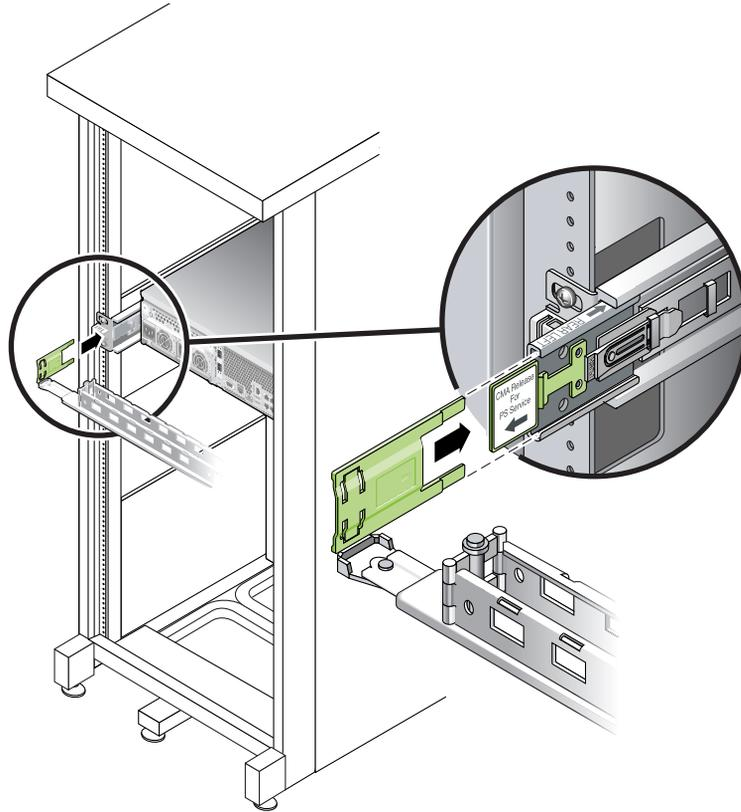

FIGURE 2-21 Montage du côté gauche du rail coulissant
4. Insérez le connecteur en plastique à charnières sur la gauche du CMA complètement dans l'extension de rail du CMA (FIGURE 2-21).